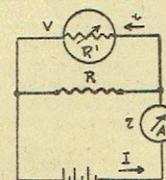

Fig. 5a
**MONTAGE AVAL.** — Branchons (fig. 5a) une résistance  $R$  aux bornes d'une pile en insérant un ampèremètre dans le circuit, puis branchons un voltmètre aux bornes de la résistance. La valeur de la résistance est, par définition, donnée par la formule